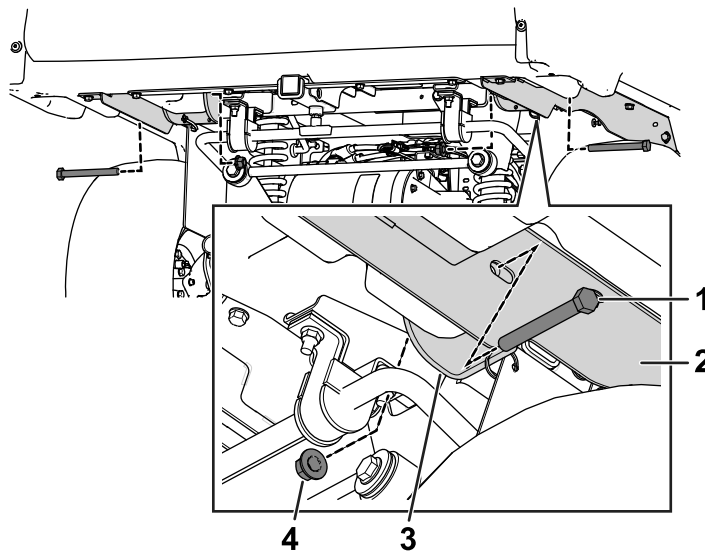

Figure 6
7. Abaissez le plateau avec précaution jusqu'à ce que les trous dans les supports de pivot soient en face des trous de fixation des supports du plateau de chargement (Figure 6).
du plateau de chargement sur les supports de pivot (Figure 6).